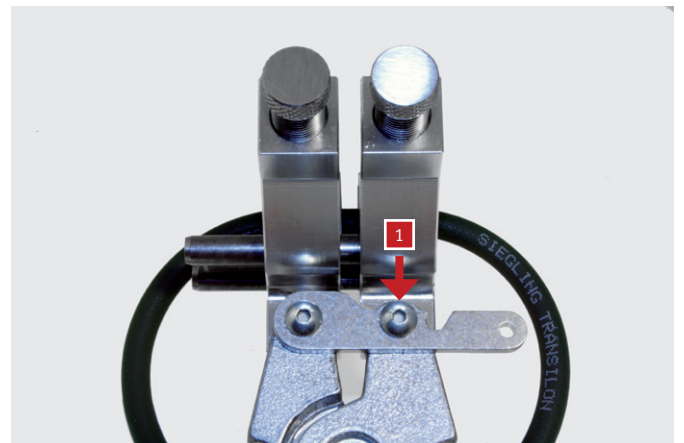

Abb. 3
- Einstellung 1 für Rundriemen von 3 bis 6 mm  $\varnothing$  Kerbe 1 (Abb. 3)